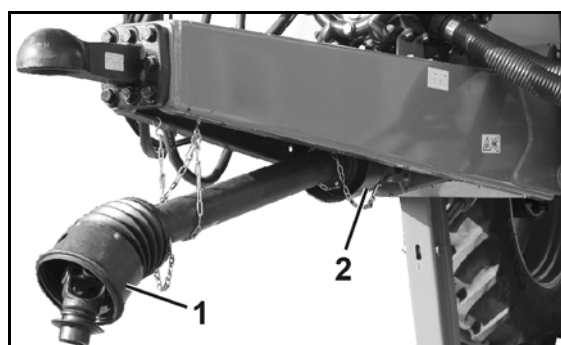

Fig. 12
- Fig. 12/...
(1) Kardanakselbeskyttelse
(2) Beskyttelsestragt mod maskinen